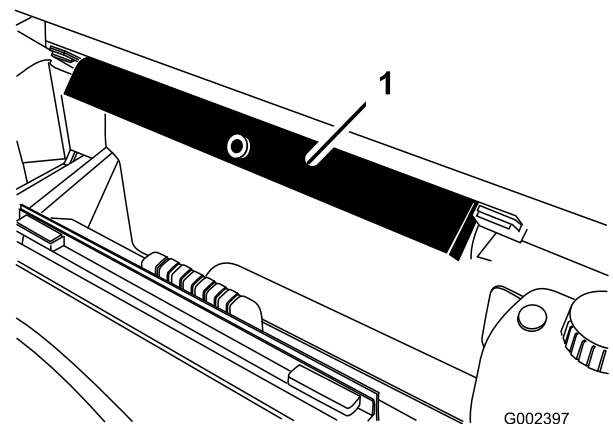

Figura 12
2. Retire o suporte de segurança dos suportes existentes na parte de trás do painel do sistema ROPS (Figura 12).